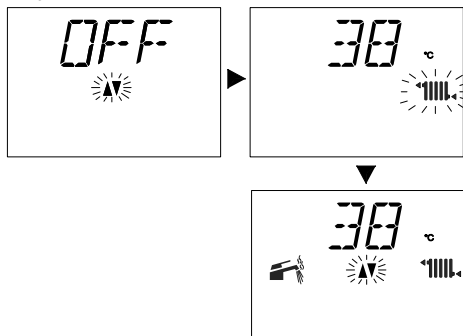

Рисунок 2.8
- при минимальном значении температуры на подаче в контуре отопления Рисунок 2.8